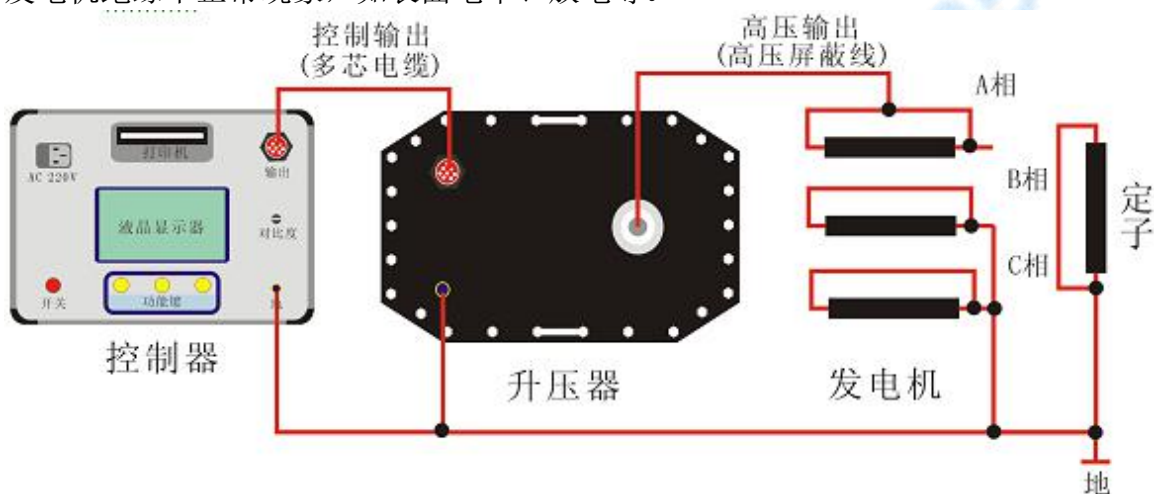

图 14 测量定子的某相连线图
2. 连线方法：试验时应分相进行，被试相加压，非被试相短接接地。如图14所示